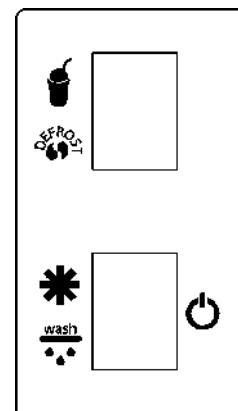

Fig. 8
- Comme déjà anticipé, en positionnant la touche B sur le symbole du granité, la machine travaillera en mode congélation en préparant le granité à la consistance définie, en revanche en le positionnant sur le symbole du dégivrage, l'installation frigorifique maintiendra la température selon les paramètres du thermostat interne (fig.8).